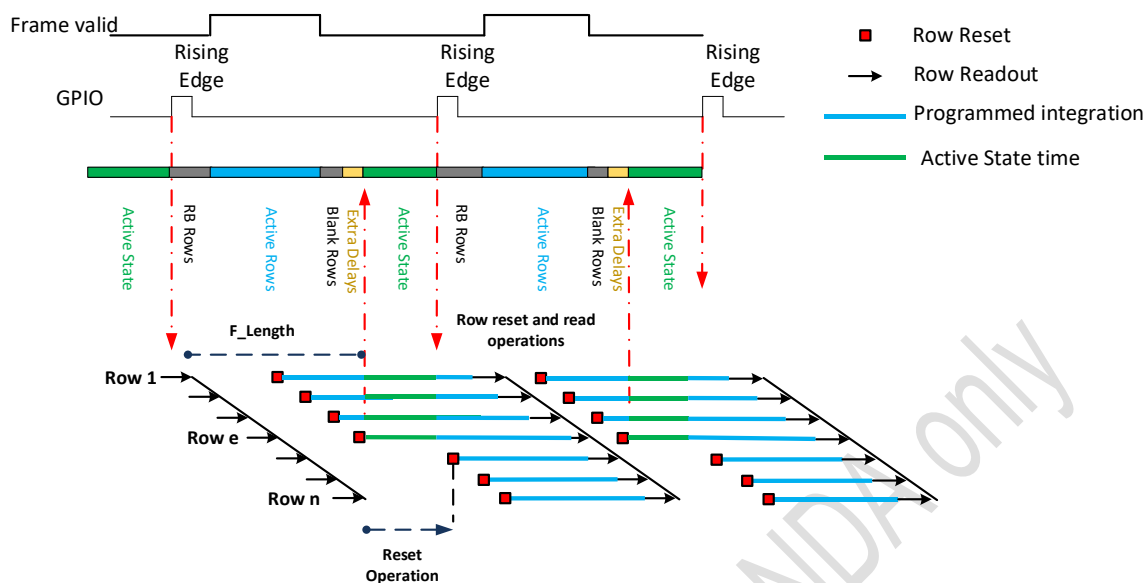

图 2-2 Slave Mode 曝光实现图
- 2) Active State 时, 芯片停止输出及停止 Row reset 操作, 如图 2-2 所示, 会导致一帧图像 Row 1~Row e 行与 Row (e+1)~Row n 行的曝光时间不同, Row 1~Row e 行的曝光时间比 Row (e+1)~Row n 行的曝光时间大, 多出的时间为 Active State time, 为避免这种曝光差异, 要求外部精确控制 GPIO, 使 Active State 控制在 40ns 以内, 保证一帧内的每行曝光时间基本一致;